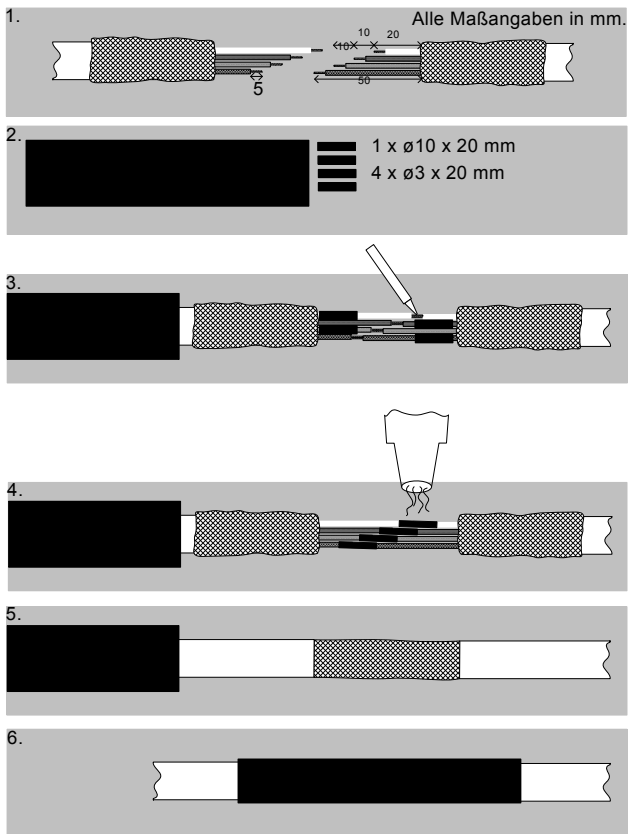

Abb. 4 Verbinden der Kabel
Ist eine Verlängerung des Kabels erforderlich, sind die nachfolgenden Anweisungen zu befolgen, um eine optimale Verbindung zwischen Sensor und Steuergerät zu gewährleisten. Bei der Beschreibung der Vorgehensweise wird Bezug genommen auf die Abb. 4 auf Seite 29:
3. Die Schrumpfschläuche wie in Abb. 4 gezeigt auf die Leiterenden und das Kabel aufschieben. Die Leiterenden gleicher Farbe miteinander verlöten.